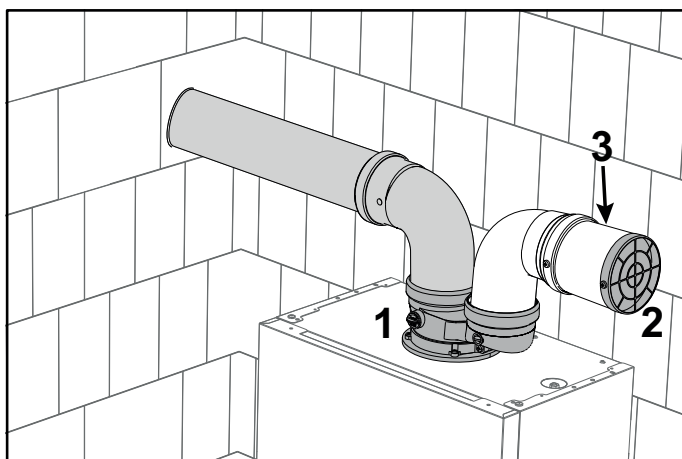

fig. 48- Grilaj de protecție
Instalați accesoriul de pornire (det. 1 fig. 48 - cod **COD_ACC**). În conducta de aspirație trebuie să se monteze un grilaj de protecție (det. 2 - fig. 48 - cod **COD_GRI**). Dacă este necesar, introduceți un tronson (3) între grilaj și accesoriu.